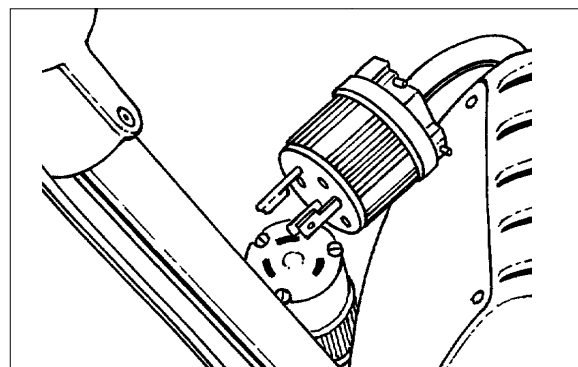

Figura 7
- Desconecte del cable flexible de la manija el cable flexible de conexión del motor. (Consulte la Figura 7) si cuenta con este accesorio.